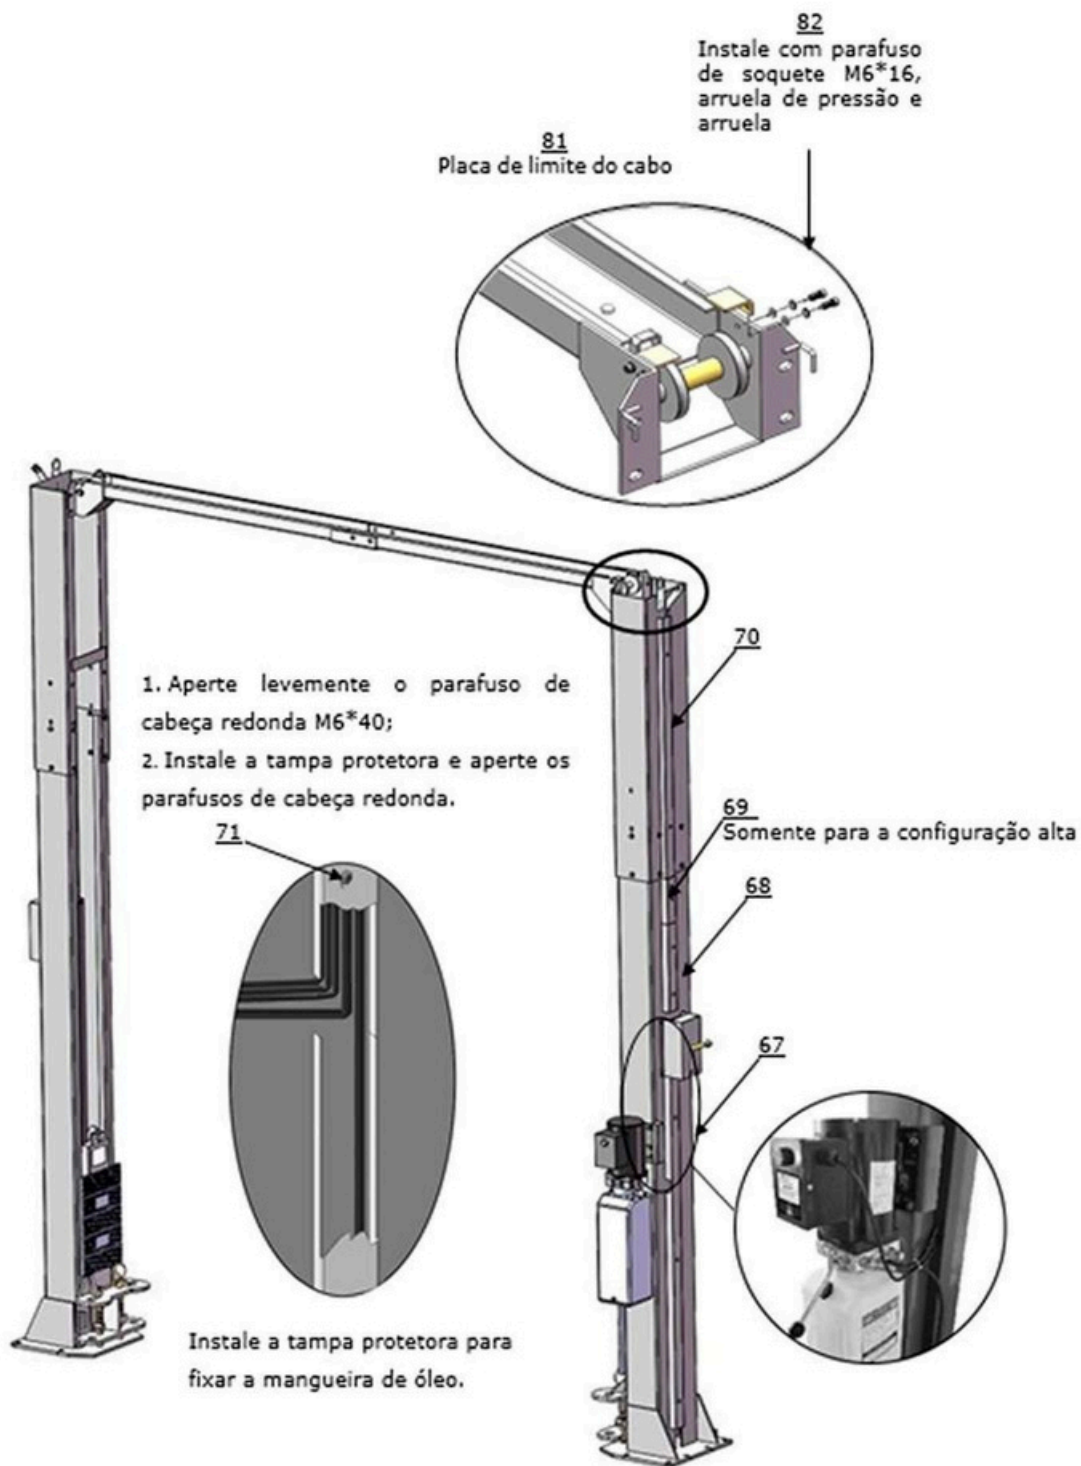

Fig.32
M. Instale a tampa protetora. (Fig.32)